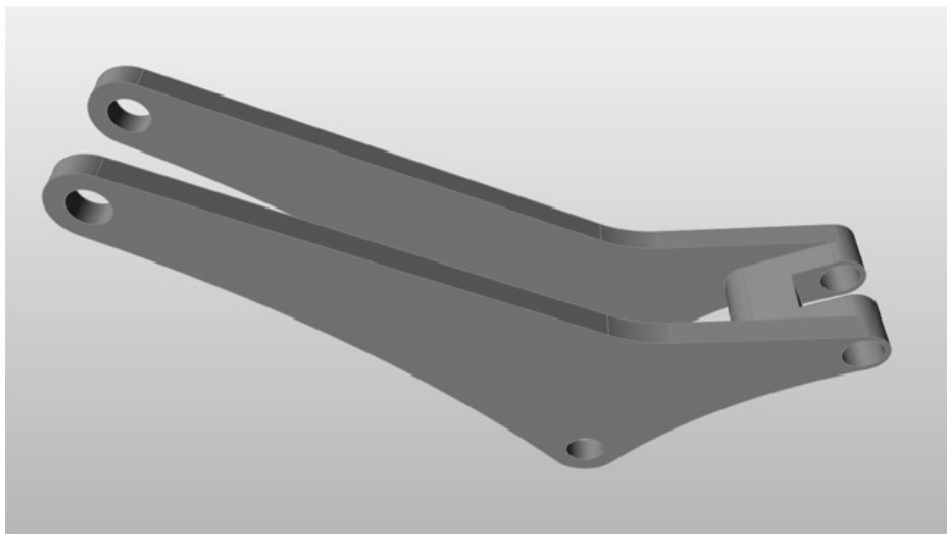

图 9-17
8) 现在圆角和倒角已全部删除，如图 9-17 所示。操作完成后，用鼠标右键单击退出该工具。